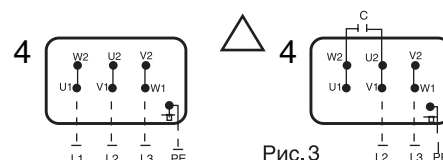

Рис.3
- 2) Затем выполните линейные соединения и вставьте конденсатор С (см. рис. 3)
- для соединения фаз однофазного асинхронного двигателя по схеме "треугольник" (см. рис.2), с напряжением питания 230 В, 50 Гц, поменяйте соединения конденсатора С между W2 и V2 (см. рис. 3). Затем закройте коробку выводов и поместите крышку на место.